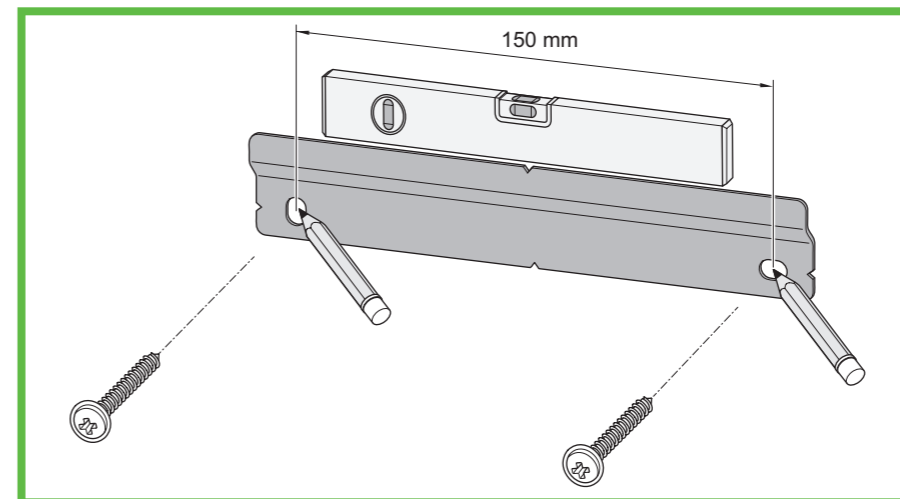

Abb. 8: Befestigungspunkte für Montageschiene anzeichnen
- ▶ Markieren Sie die Befestigungspunkte der Montageschiene (Abb. 8).